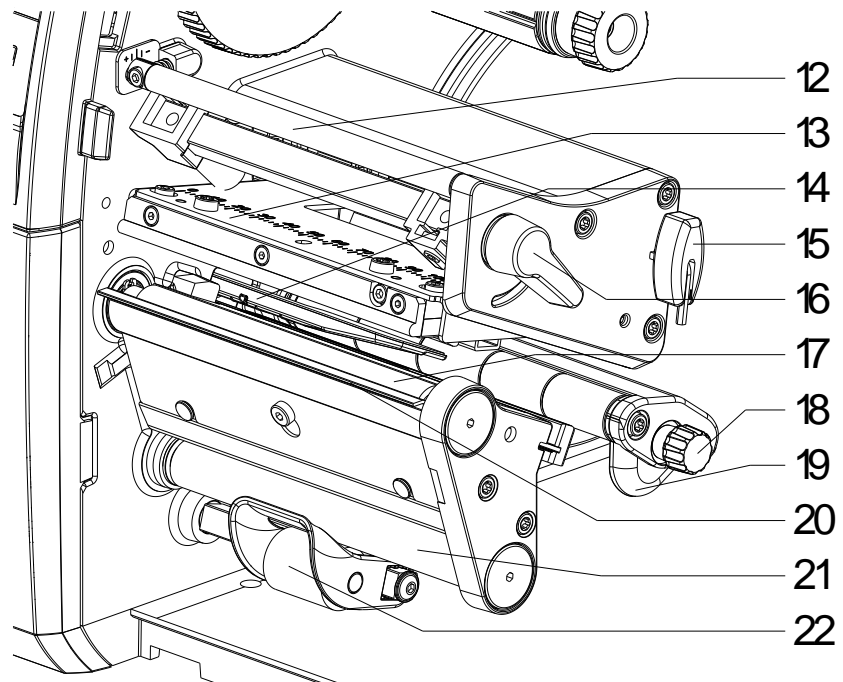

Abbildung 2
- 7 = Druckbaugruppe (Details siehe Abbildung 2)